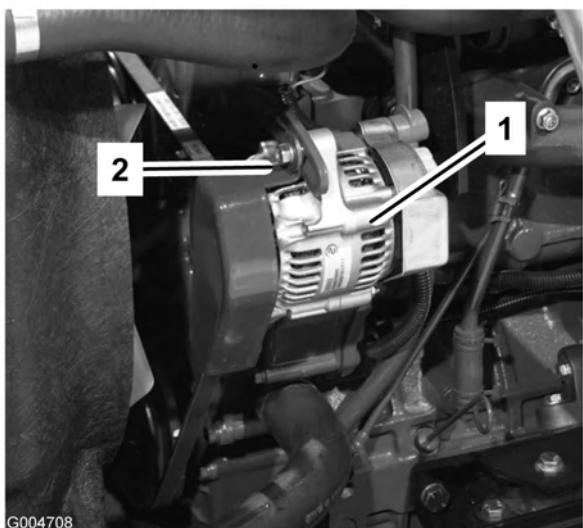

Figura 64
Controllate lo stato e la tensione delle cinghie (Figura 64) ogni 100 ore di servizio.
2. Se l'inflessione non è di 10 mm, allentate i bulloni di fissaggio dell'alternatore (Figura 64). Aumentate o riducete la tensione della cinghia dell'alternatore e serrate i bulloni. Controllate di nuovo l'inflessione della cinghia per accettare che sia esatta.